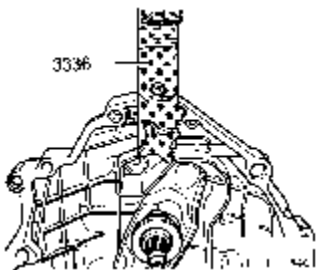

图 9-34 起吊模梁
(1) 当运输变速器和调整变速器托架 3282 时，应当使用变速器起吊模梁 3336，并把变速器起吊模梁拧紧在离合器壳体上，如图 9-34 所示。